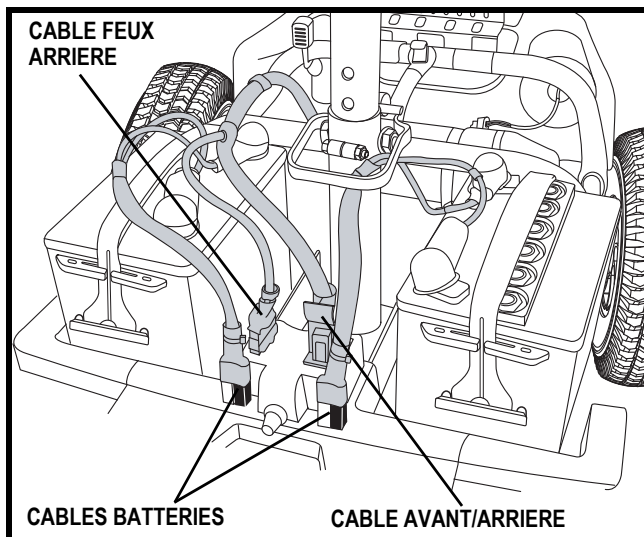

Figure 22. Connexions des câbles
6. Débranchez les deux câbles de batteries. Tirez droit vers le haut. **Voir la figure 22.**
- Branchez les câbles des feux, batteries et avant/arrière. Voir la figure 22.